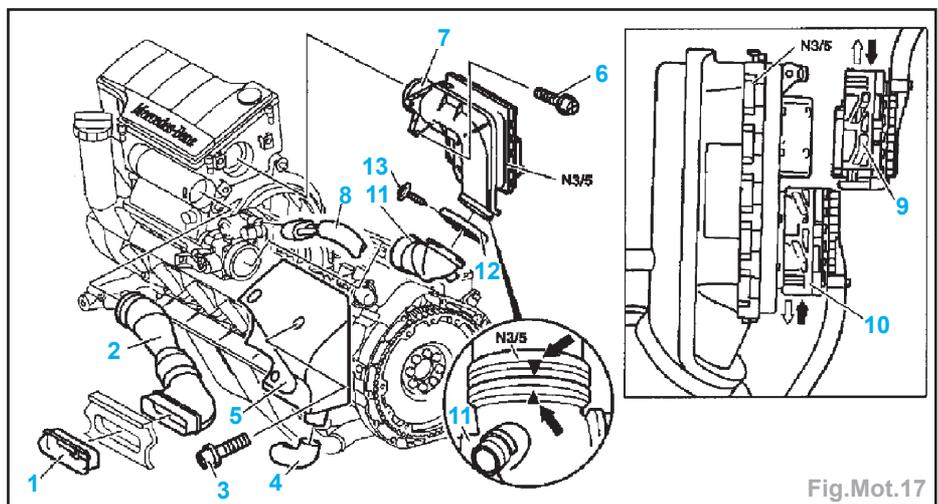

Fig.Mot.17
- Déposer le manchon (1), la conduite d'aspiration d'air (2) ainsi que le résonateur (5) si le véhicule en est équipé (Fig.Mot.17).
- Détacher le connecteur (8) de l'actuateur de régulation de ralenti.
- Détacher les connexions (9) et (10) au niveau du calculateur (N3/5).